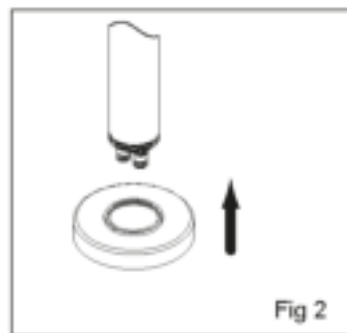

Fig 3
1. Bepaal zo nauwkeurig mogelijk waar de bodem- plaat in de vloer komt en maak hiervoor ruimte vrij (zie Fig. 3).
3. Houdt de bodemplaat (14) op de juiste positie en markeer de gaten voor fixatie van de bodemplaat.
4. Boor de gaten en plaats de pluggen (15).
5. Monteer de leidingen op de bodemplaat (14).
Warmwaterleiding is rood gemarkeerd en koudwaterleiding blauw. (zie Fig. 3). Controleer op waterdichtheid.
6. Zet de bodemplaat (14) vast met schroeven (13) met behulp van de inbussleutel (10).
7. Monteer de tijdelijke waterdichte afsluitset met schroeven (16) met behulp van de inbussleutel (6,0 mm). Zie Fig. 3. Herstel de druk op de leidingen om de aansluiting op lekkages te testen. Met deze set kan tijdens de verbouwing waterdruk worden gezet op de aansluiting.